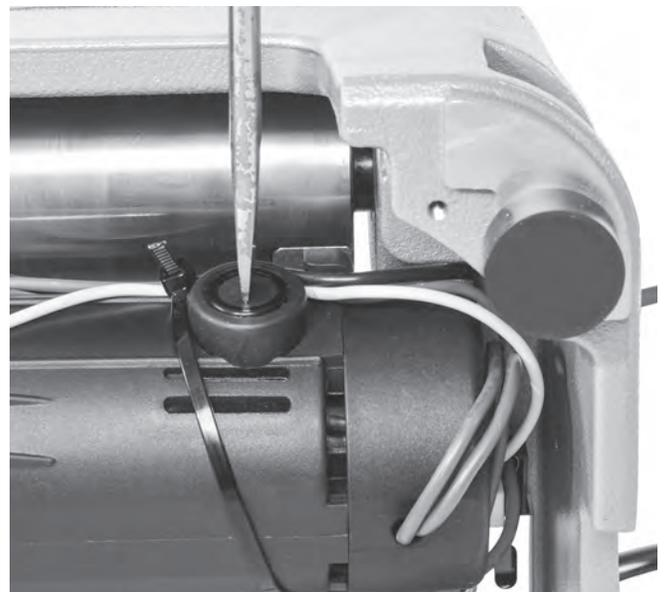
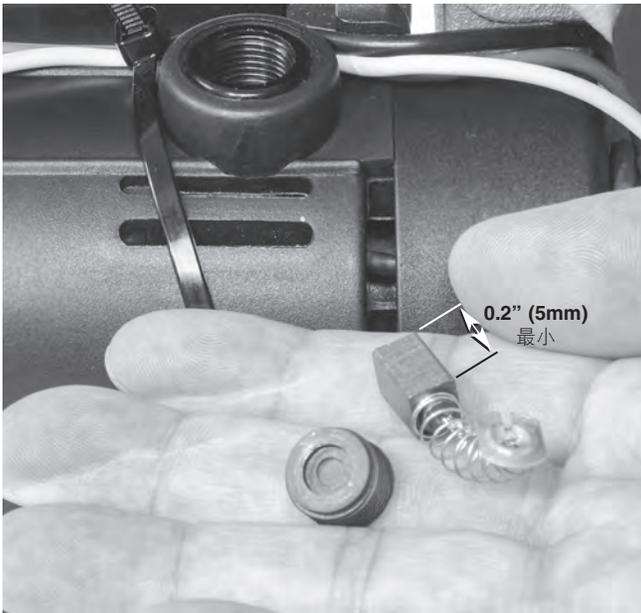

图 17 – 移除电刷盖
图 18 – 检查刷长度
3. 使用螺丝刀拧下螺钉并拆下电刷盖（图 17）。轻轻地移除碳刷并检查长度（图 18）。如果刷长度小于 0.2” (5mm) 则进行更换。